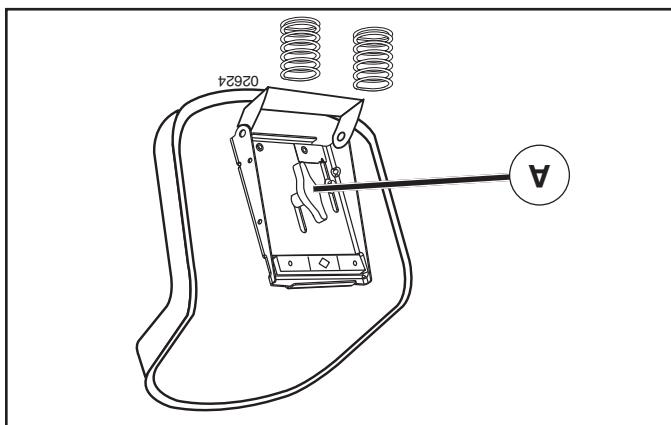

Fig. 3
- CESPORIO INFERIOR (Vea Fig. 3 y 4).
- 1. ACCIONE LA SEGADORA (Vea Fig. 3 - 16)